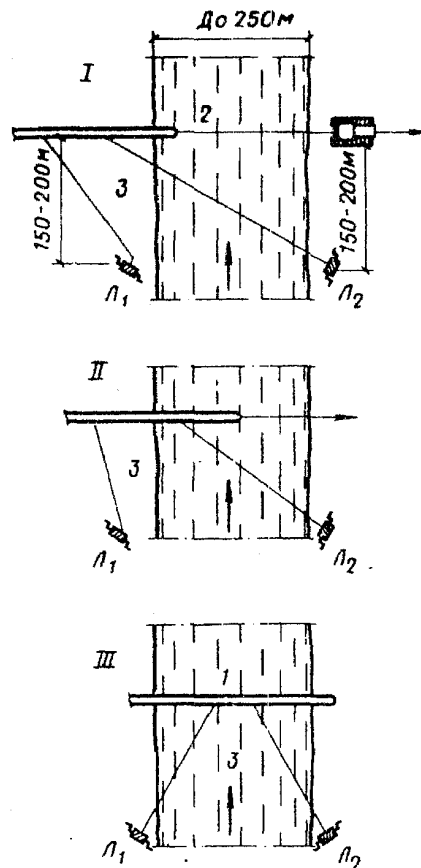

Рис. 9. Схема установки трубопровода в створ при ширине реки до 250 м
1.66.68. Нормами таблицы Н-66-02-011 предусмотрено, что трубопровод, покрытый изоляцией, с приваренными по концам заглушками на плавучем заводе заводится в створ перехода по схемам, изображенным на рис. 9, 10 и 11.